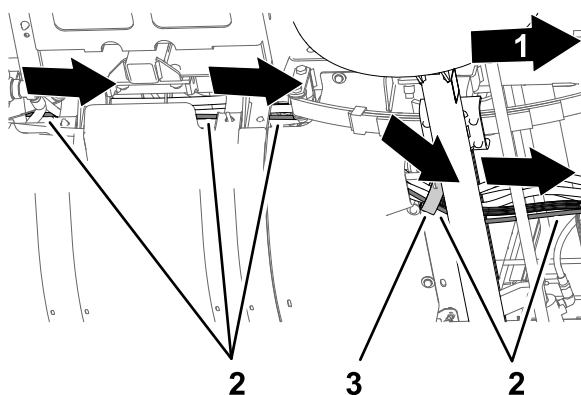

图 7
2. 升起座椅继续沿着机器线束向前布置管子穿过支撑夹具并延伸到底板下方图 7。